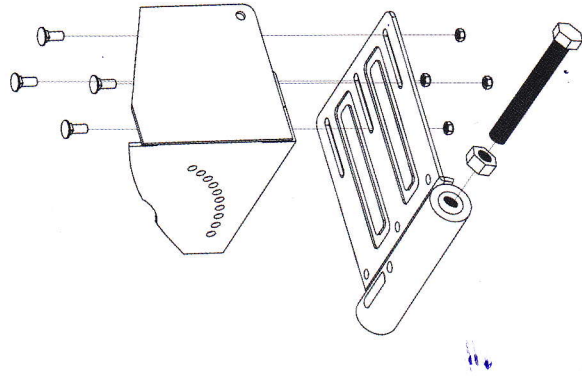

Рисунок 5
3. Соберите кронштейн стыковки мотоблока с натяжным устройством (рисунок 5).